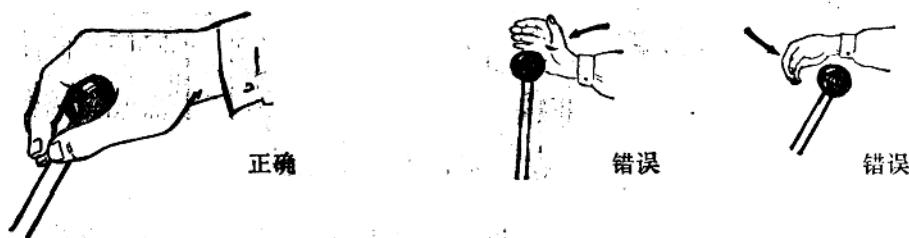

图 1-7 变速杆的握法
(1) 变速操纵杆的用途：用以接合和分离变速器内的各档齿轮，从而改变传递的扭矩和行驶速度，并可使汽车前进或后退。
(2) 变速杆的位置：中型以上汽车的变速杆一般竖立在方向盘一侧的驾驶室地板上，而小汽车则多附装在转向管柱的一侧。
(3) 变速杆球头的握法：变速杆球头的握法，应以掌心贴住球头，五指轻握杆球，运用手腕的力量，准确地推入或拉入某一选定的档位，如图 1-7 所示。正确地操纵变速杆，可以使换档动作迅速、准确，缩短换档时间，避免变速器齿轮的撞击，减少磨损。